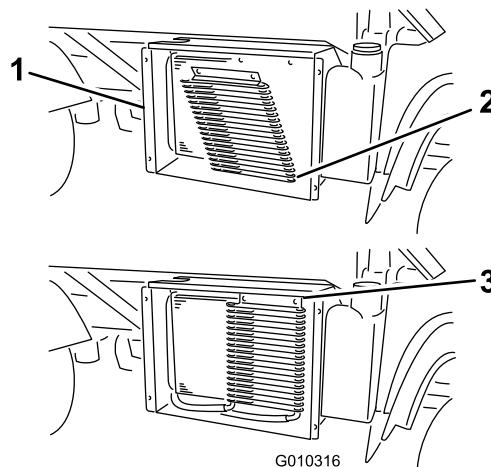

図 51
6. ラッチを外し、オイルクーラを装備している場合にはそれを倒してラジエターから遠ざける図 51。